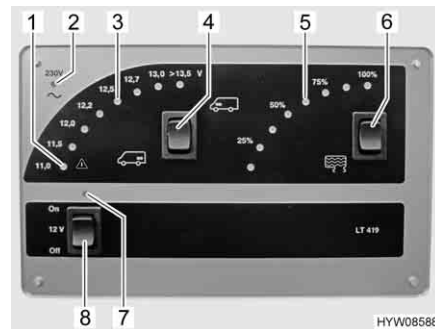

Fig. 49 Pannello di controllo (LT 419)
I diodi luminosi dell'indicatore Volt (Fig. 49,3) indicano la tensione della batteria.
- Spingere l'interruttore a bilico (Fig. 49,4) verso l'alto "☺": Viene indicata la tensione della batteria di avviamento.
- Premere l'interruttore a bilico (Fig. 49,4) "☹": Viene indicata la tensione della batteria dell'abitacolo.
Rispettivamente due diodi luminosi dell'indicatore del serbatoio (Fig. 49,5) mostrano il livello di riempimento.
- Premere l'interruttore a bilico (Fig. 49,6) : Viene indicato il livello del serbatoio delle acque grigie.
La spia luminosa rossa ALARM (Fig. 49,1) inizia a lampeggiare non appena la tensione della batteria dell'abitacolo scende al di sotto di 11 V (misurazione durante il normale esercizio) con conseguente rischio che la batteria si scarichi troppo.
L'interruttore principale a 12 V (Fig. 49,8) inserisce o disinserisce il pannello di controllo e l'alimentazione a 12 V dell'abitacolo.
Accensione: ■ Premere in alto l'interruttore a bilico (Fig. 49,8) "On": L'alimentazione a 12 V dell'abitacolo è inserita. La spia di controllo (Fig. 49,7) diventa verde.
Spegnimento: ■ Premere in basso l'interruttore a bilico (Fig. 49,8) "Off": L'alimentazione a 12 V dell'abitacolo è disinserita. La spia di controllo (Fig. 49,7) si spegne.
La spia di controllo a 12 V (Fig. 49,7) si accende non appena l'interruttore principale a 12 V (Fig. 49,8) viene inserito.
La spia gialla di controllo a 230 V (Fig. 49,2) si accende quando all'ingresso della centralina elettrica è presente una tensione di rete.